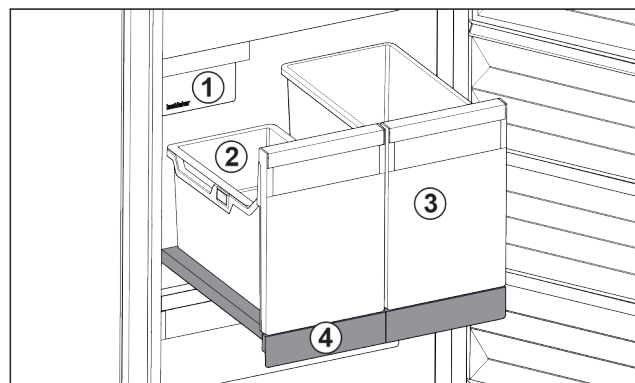

Fig. 193 Rafti me tërheqje me IceTower
Mbi raftin me tërheqje ndodhet dy kuti të larta (IceTower). Në kutinë Fig. 193 (2) mblidhen dhe mbahen kubat e akullit nga IceMaker. Kutia Fig. 193 (3) është e përshtatshme për ruajtjen e ushqimeve të larta, si picat ose pijet alkoolike.